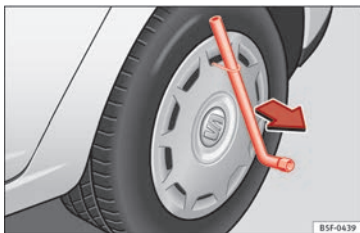

Abb. 65 Radvollblende abziehen.
- Radschlüssel durch den Drahtbügel schieben » » Abb. 65 und die Radvollblende in Pfeilrichtung abziehen.